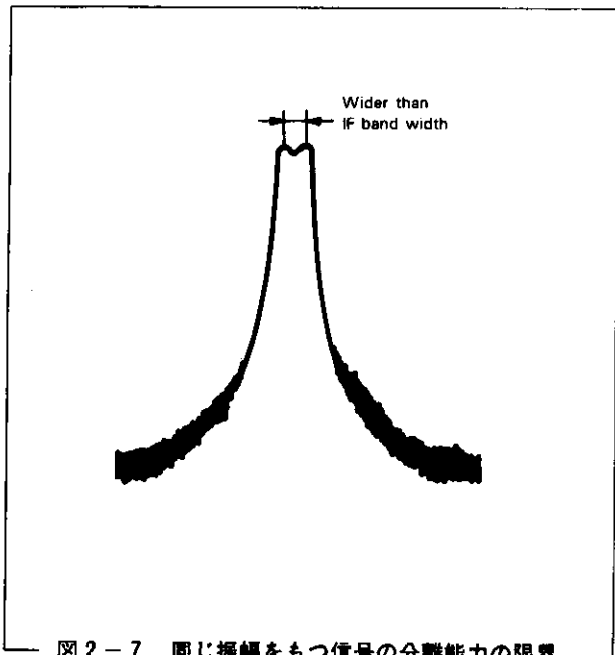

図2-7 同じ振幅をもつ信号の分離能力の限界
3. **BAND WIDTH**(IFバンド幅)の設定は、周波数の分解能を決定します。たとえば、最狭IFバンド幅が1kHzであれば2つの信号は、1kHz以上離れていなければ、分離することはできません〔図2-7〕。またIFバンド幅を狭くしますと、時定数が長くなりますので、**TIME/DIV.**の値を大きくしなければなりません。